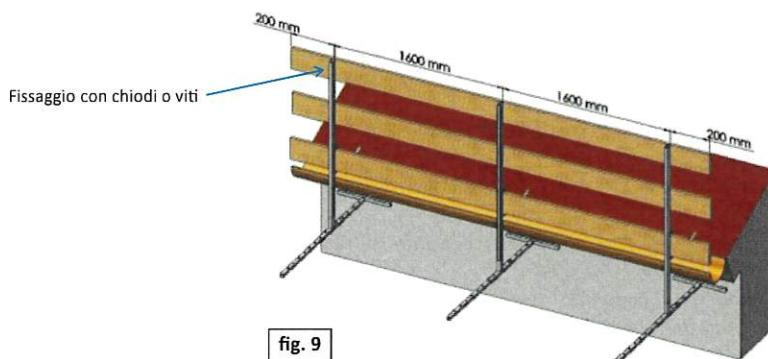

fig. 9
- Procedere come sopra al fissaggio degli altri montanti ad una distanza massima di 1600 mm, a copertura totale del vuoto da proteggere (fig. 9 pag. 9);
- Completare il montaggio del sistema di protezione provvisorio, inserendo negli appositi sostegni, le tavole (fig. 9 a pag. 9) in legno di abete o di altra essenza (classe minima di resistenza C16 – UNI EN 338), o con altri profili metallici in grado di resistere ai carichi richiesti dalla normativa UNI EN 13374;